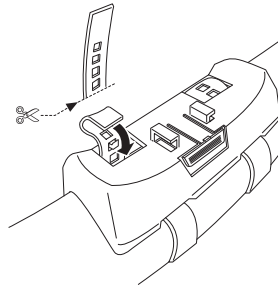

Fig. 17
3. Coupez la partie superflue de la sangle. (Fig. 17)